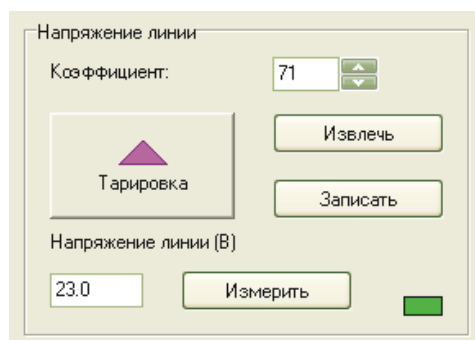

Рисунок 75
2) Установить и записать в КСН коэффициент измерения напряжения линии на вкладке «Настройка» окна «Пусконаладка» (рисунок 75):